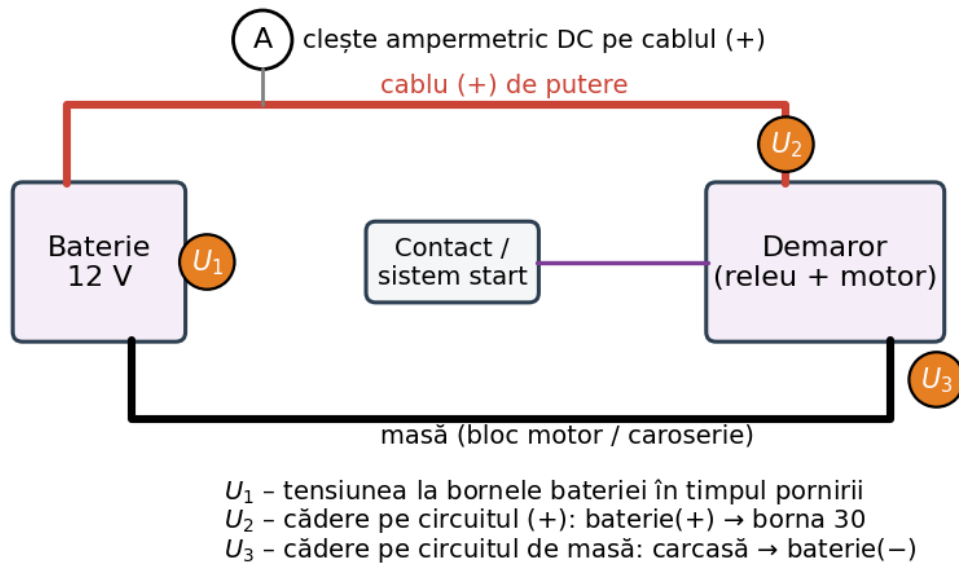

Fig. 7.1. Circuitul de pornire și punctele de măsură
5. Se repetă antrenarea cu multimetrul conectat succesiv în punctele U_2 (circuitul de plus) și U_3 (circuitul de masă) din Fig. 7.1 și se notează căderile de tensiune.